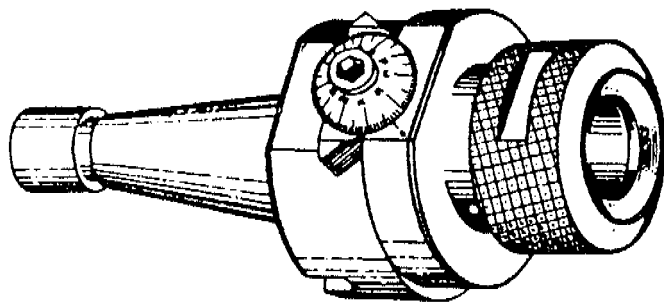

Figura 1
Es un dispositivo usado en la fresadora para la sujeción y control de la herramienta de corte (cuchilla). Se utiliza fundamentalmente en operaciones de alisado, pero dada su característica también permite la ejecución de operaciones de refrentado, escalonado y ranurados. Estos dispositivos se construyen en acero y su comportamiento es de un portaherramienta graduable y preciso (Figura 1). Consta de las siguientes partes :
- de avance manual ( como el de la figura 1 )